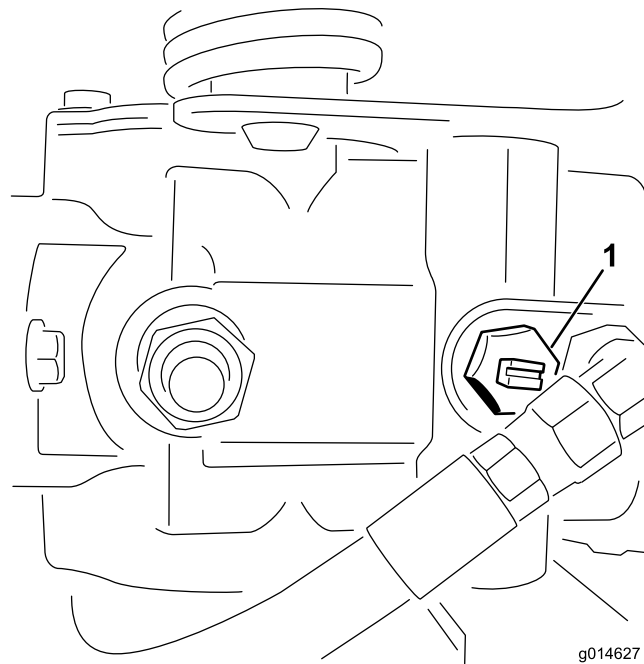

Figura 42
1. Girate la valvola bypass sulla pompa in modo che la scanalatura sia verticale (Figura 42).
2. Prima di avviare il motore chiudete la valvola bypass girandola in modo che la scanalatura sia orizzontale (Figura 42). Non avviate il motore quando la valvola è aperta.